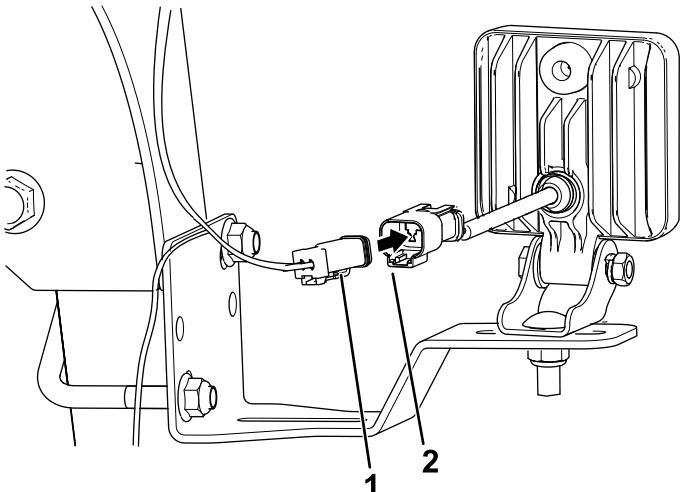

Bild 19
1. Schließen Sie am LED-Scheinwerfer über dem Lichtschalter den 2-Buchsen-Stecker des Kabelbaums an den 2-Stift-Stecker des LED-Scheinwerfers an (Bild 19).
2. Schließen Sie auf der anderen Seite der Maschine die 2-polige Buchse des Kabelbaums an den 2-poligen-Stecker des LED-Scheinwerfers an (Bild 19).